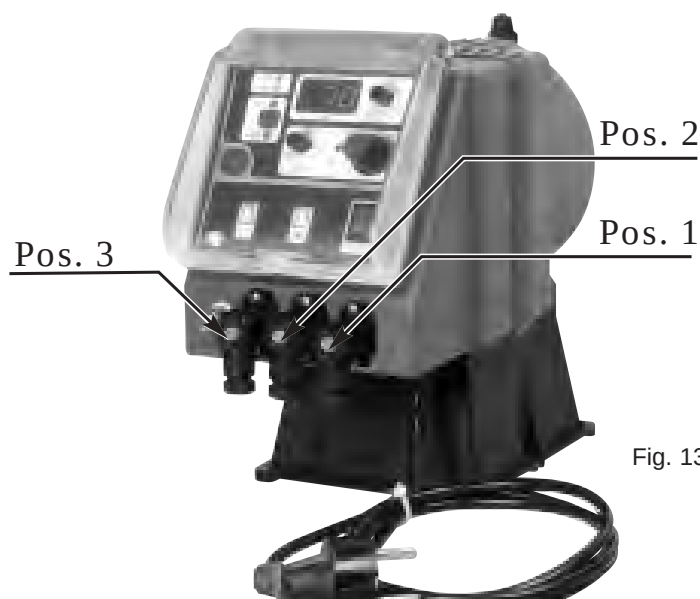

Fig. 13
6.4 - ALLARME DI LIVELLO (fig. 13)